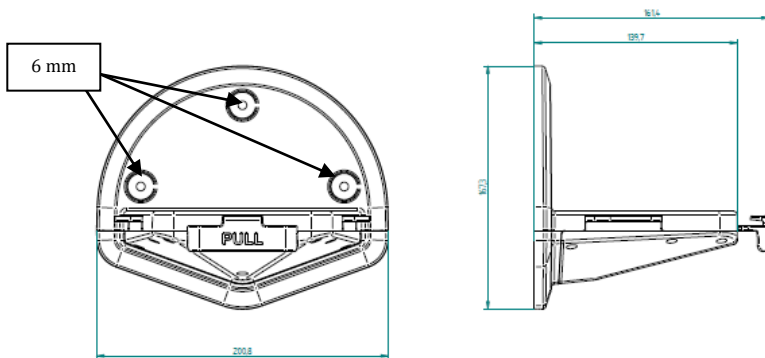

FIG.2
Avant de procéder à l'installation de l'étrier, vérifier l'espace nécessaire pour permettre également le logement de l'aspirateur (pour les dimensions d'encombrement maximum, voir la figure 2). L'éventuelle installation dans les véhicules de secours doit être effectuée à une hauteur maximale de 130 cm, afin de faciliter l'accrochage et le décrochage du dispositif (considérer également le poids du dispositif d'environ 2,7 kg).
- Tracer sur la paroi de montage les centres des trous (voir la Fig.2) ;